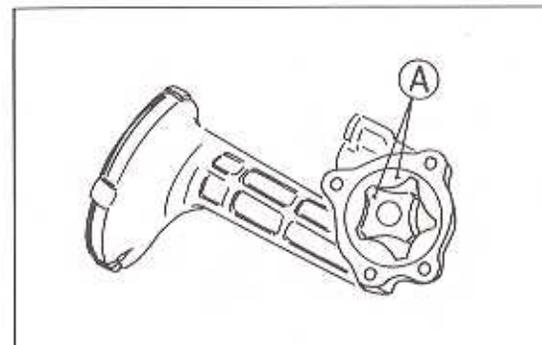

Bild 139
- Die beiden Rotoren aus dem Gehäuse nehmen (Bild 139).